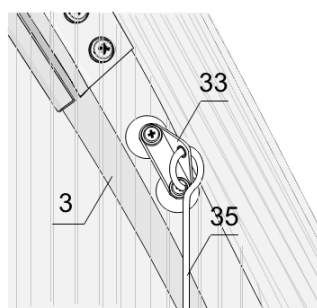

Рис. 26
3.6.3. В уголок № 33 на дуге №3 установите крючок № 35 (рис. 26).